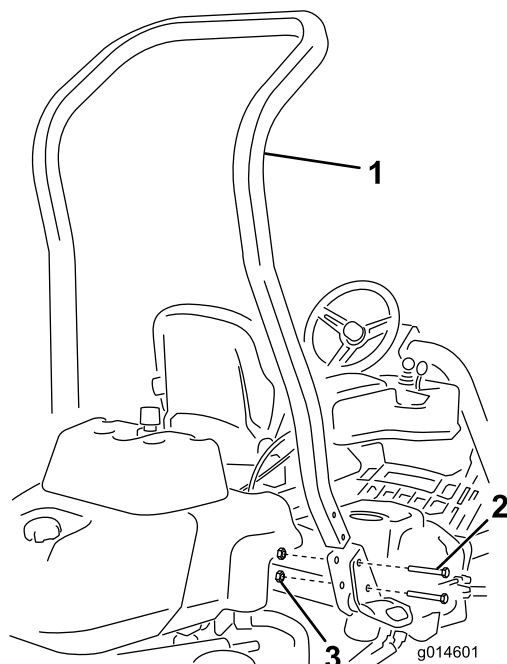

図 3
3. 機体の左右にあるポケットに ROPS を差し込み、ボルト (1/2 x 3-3/4 インチ) 4本とフランジナット4本 (1/2 インチ) で固定する (図 3)。